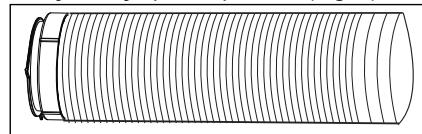

Fig. 7
4. Extindeți celălalt capăt al furtunului și însurubați-l pe adaptorul B (Fig. 7).